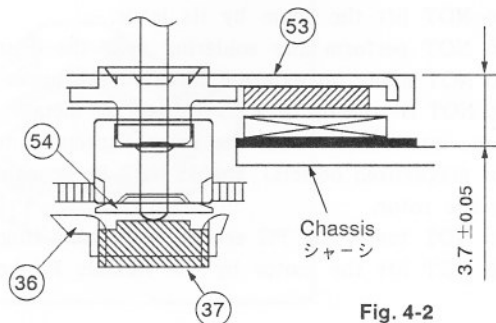

Fig. 4-2
- When removing ⑤④, be careful NOT to widen the inner diameter of it.
- When removing ③⑧, be careful NOT to lengthen the Belt.
- When ⑤③ is not replaced, the ③⑦ Wheel Shaft Retainer (Fig. 4-2) should not be removed. (Refer to Fig. 4-2 for the assembling dimensions)
2. ③⑤ Sensor Block
- ⑤④を外すときに内径をひろげないようにすること。
- ③⑧を外すとき、ベルトを伸ばさないようにすること。
- ③⑦ Wheel軸受け (図4-2) は、⑤③を交換しないときは外さないこと。
- ⑤③を取り付けるときは、シャーシとロータのギャップが3.7 mmになるように ③⑦ Wheel軸受けで調整し、ネジロックする。(図4-2参照)